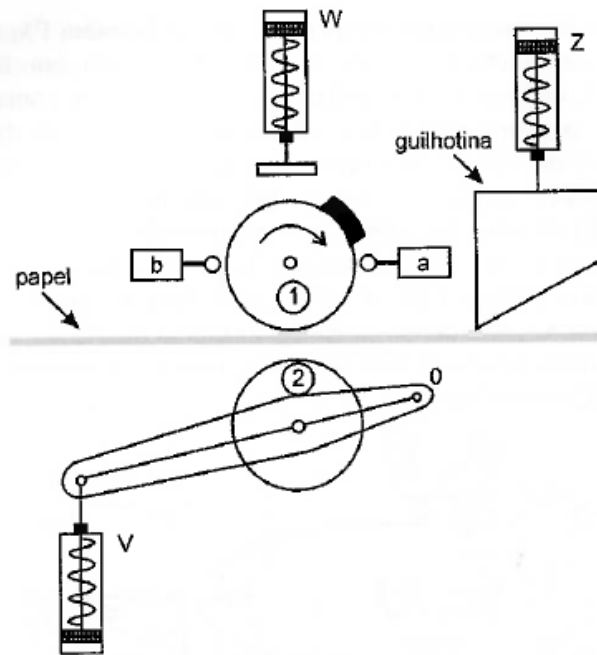

Figura 4.37 - Diagrama funcional para máquina de imprimir cartazes.
- 4.7) Elaborar um Grafcet para uma máquina de imprimir cartazes, conforme indica a Figura 4.37. O rolo 1, que contém tinta fornecida pelo dispositivo ligado ao pistão W, arrasta o papel quando o rolo 2 sobe acionado pelo pistão V (o ponto O é fixo). Assim, quando o ressalto do rolo 1 aciona o sensor 'a', V é ativado, pressionando o papel contra o rolo 1. Quando o sensor 'a' é liberado, inicia-se o processo de impressão, ativando o pistão W. O fornecimento de tinta continua até o ressalto do rolo 1 acionar o sensor 'b'. Nesse momento, o pistão V é desativado, permitindo que o rolo 2 liberte o papel. Simultaneamente, é ativado o pistão Z para cortar a folha de papel. Quando o sensor 'b' for liberado, a guilhotina sobre a máquina fica pronta para um novo ciclo de trabalho.